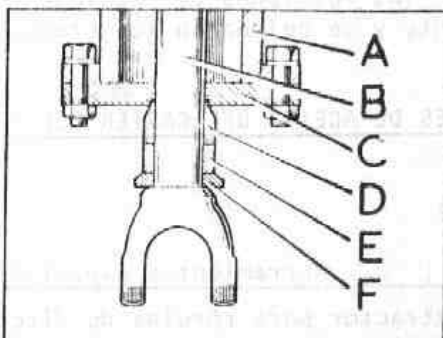

Fig. F-25 Util especial instalado en el semieje
- 4.1. La pieza cónica separadora, F (Fig. F-25) se montará sobre el semieje, con el chaflado hacia la junta universal.